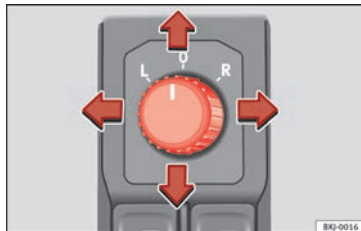

Fig. 148 Commande des rétroviseurs extérieurs.
1. Tournez le bouton rotatif » **fig. 148** en position **L (rétroviseur extérieur gauche)**.
– Tournez le bouton rotatif » fig. 148 en position  pour rabattre les rétroviseurs extérieurs. Pour éviter tout dégât, il est conseillé de toujours rabattre les rétroviseurs extérieurs lorsque vous passez dans une installation de lavage automatique.